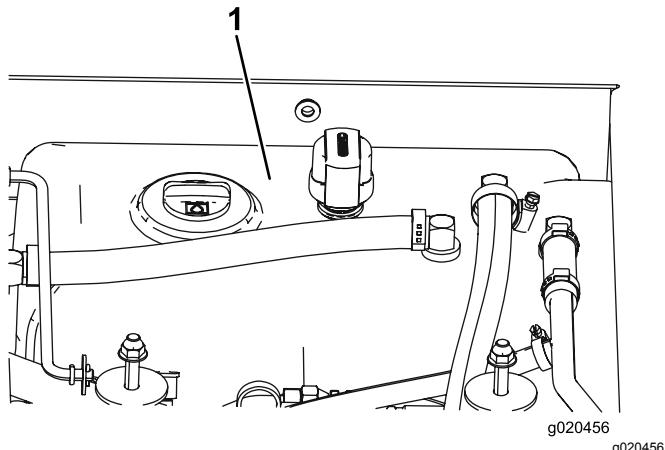

Figura 105
- Riempite il serbatoio (Figura 105) di fluido idraulico; fate riferimento a Controllo del fluido idraulico (pagina 73).